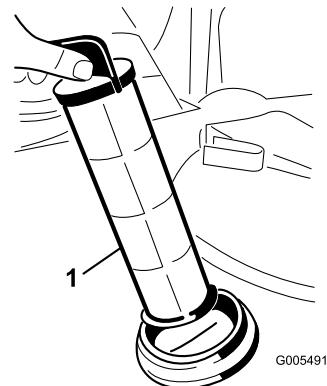

Bild 64
- Ziehen Sie das Saugsieb aus dem Loch (Bild 64).